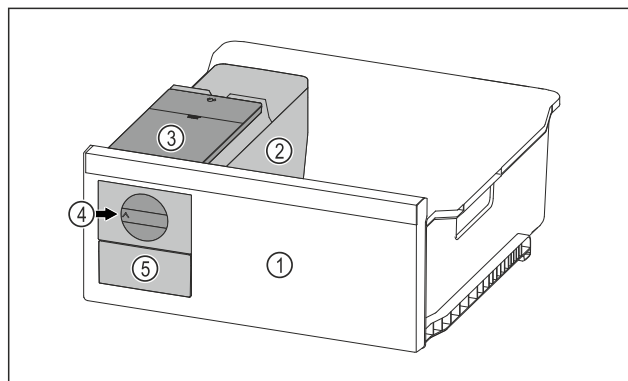

Fig. 127 Exempel
- Vrid reglaget Fig. 127 (4) medurs fram till anslaget.
- Isbitar faller från isbitsbrickan in i isbitslådan Fig. 127 (5). Om inte alla isbitar kommer ut ur isbitsbrickan: